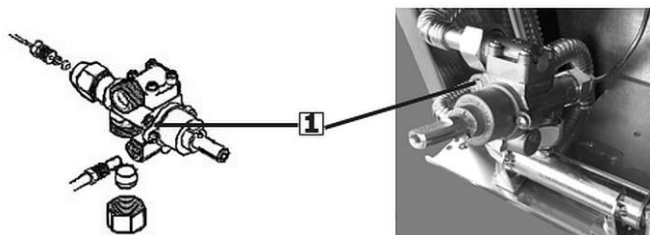

Abb. 10
1. Entfernen Sie den Drehregler und stellen Sie die Minimal- oder Bypass-Schraube (1) ein (Abb. 10).